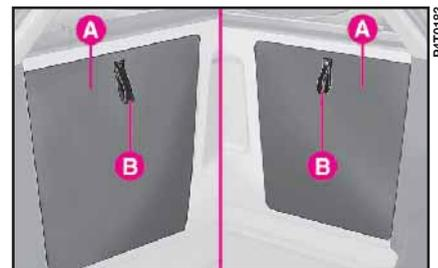

fig. 47
1) Rimuovere lo sportello A (fig. 47) del vano di servizio destro o sinistro del bagagliaio, tirando la maniglia B e sfilarlo.